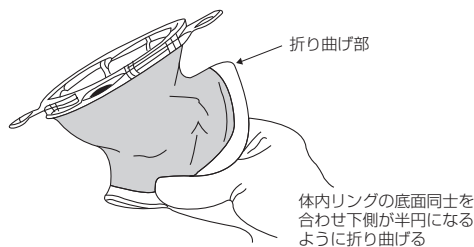

図1
7. 体内リングを折り曲げ部で底面同士が合わさるように半分に折り曲げる。(図1)